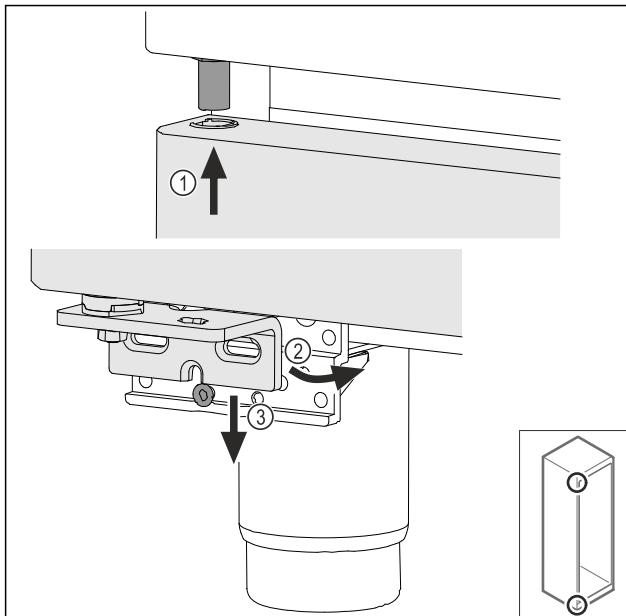

Fig. 45
- Установите дверь под небольшим уклоном сверху Fig. 45 (1), выровняйте ее прямо Fig. 45 (2) и смонтируйте снизу на винт опорного кронштейна Fig. 45 (3).